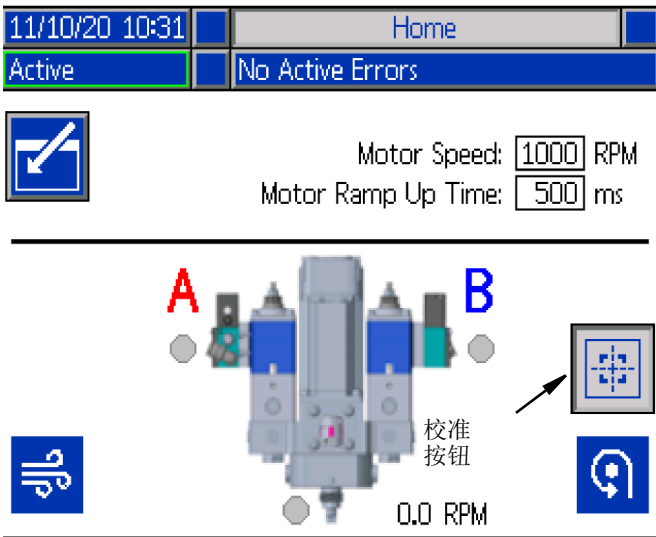

图 37
1. 拆下 AMD 盖 (BP)
4. 确认按下校准按钮（右侧上方的按钮），参见图 37。